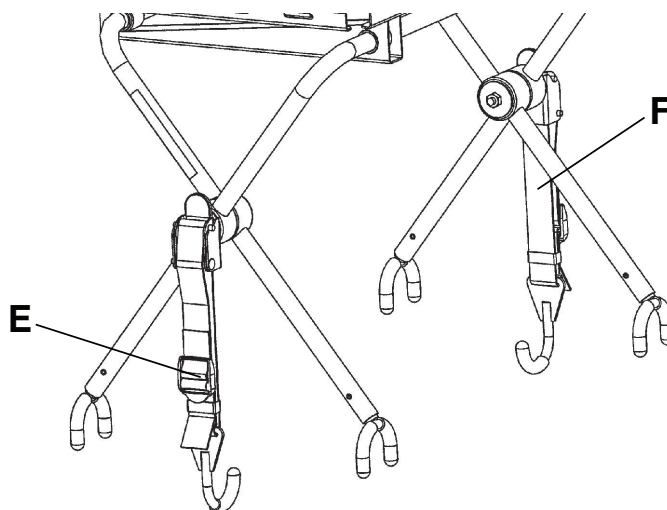

Рисунок 29 – Прикрепите платформу дефибриллятора к каталке
9. Закрепите ремни (Е), удерживающие дефибриллятор на платформе дефибриллятора (Рисунок 29).